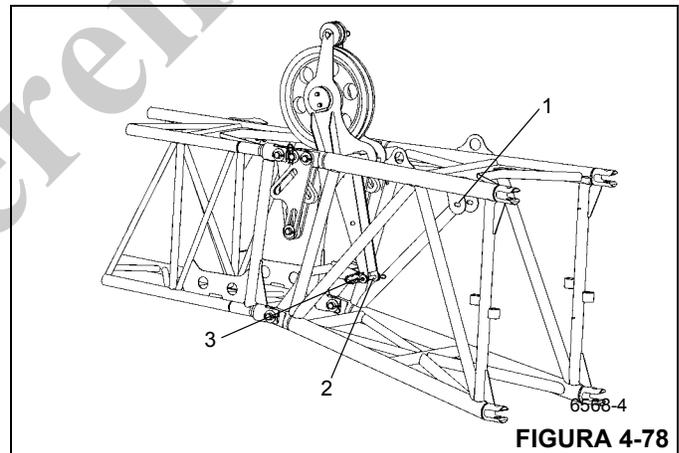

FIGURA 4-78
- Retire el pasador (2) de la orejeta de almacenamiento (1) (Figura 4-78).
- Pliegue hacia arriba la polea deflectora y asegúrela con un pasador en la orejeta (3).